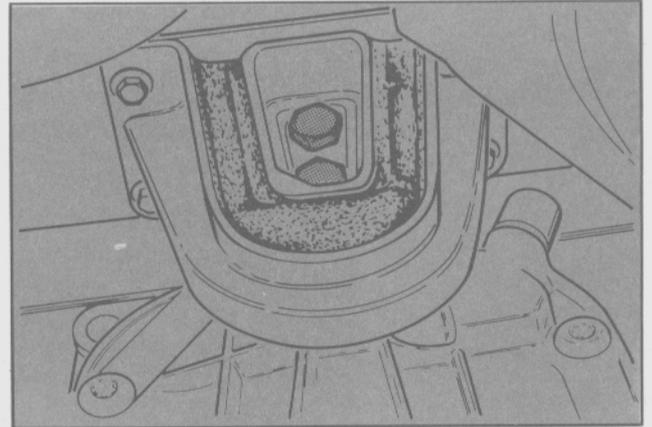

Fig. 79 - Fijación del eje trasero al soporte.
- Instalar el soporte a la carcaza del eje trasero. Aprestar los tornillos al torque especificado (Fig. 79).